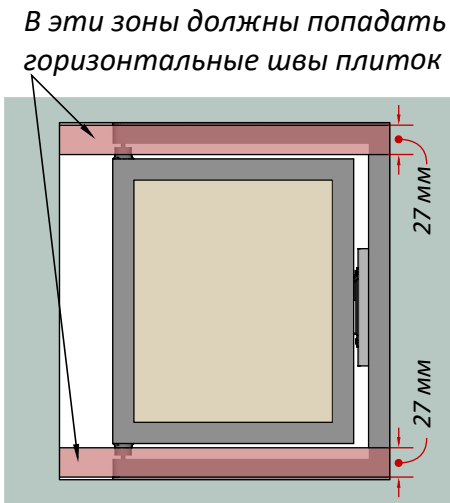

Рис. 8
7. Учитывайте, что при открывании люка плитка на створке должна беспрепятственно входить в проём по высоте (Рис.8).